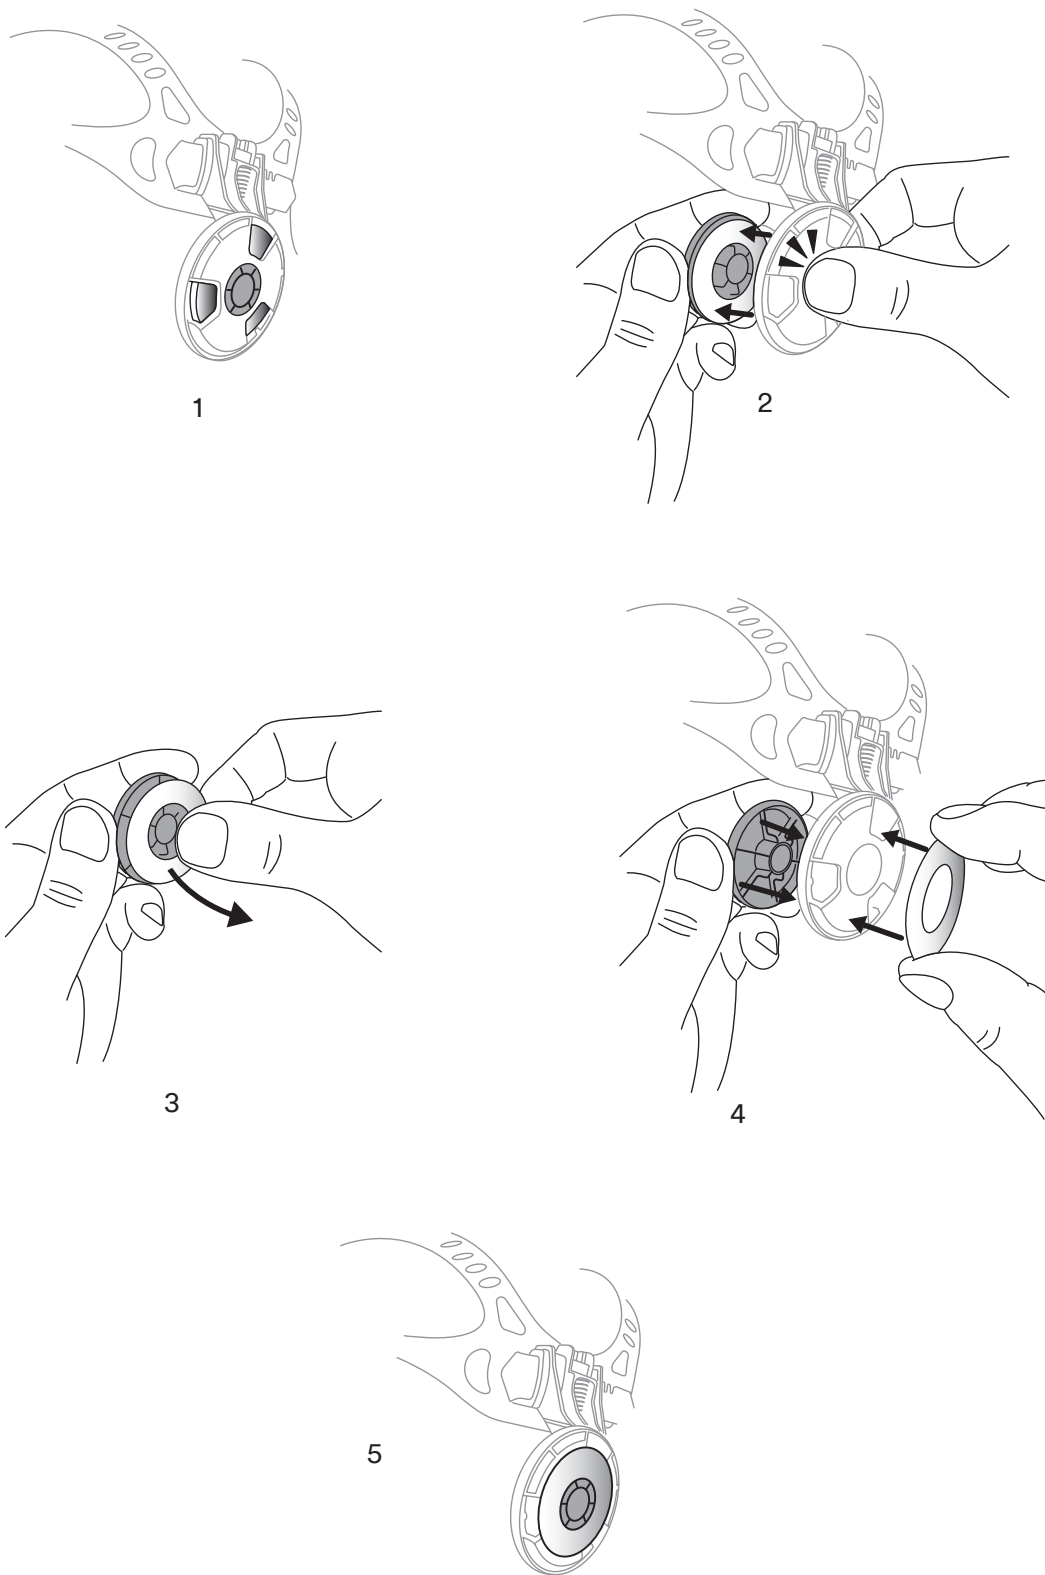

Fig. 6c
- El tope estático se puede desactivar si desenrosca la perilla de pivote izquierda, quita la arandela de retención, quita la arandela de acero inoxidable, reemplaza la arandela de retención, colocan la arandela de acero inoxidable sobre la arandela de retención (la arandela de acero inoxidable se mueve desde dentro hacia fuera de la arandela de retención) y luego vuelva a ensamblar la perilla de pivote izquierda (Fig. 6c).